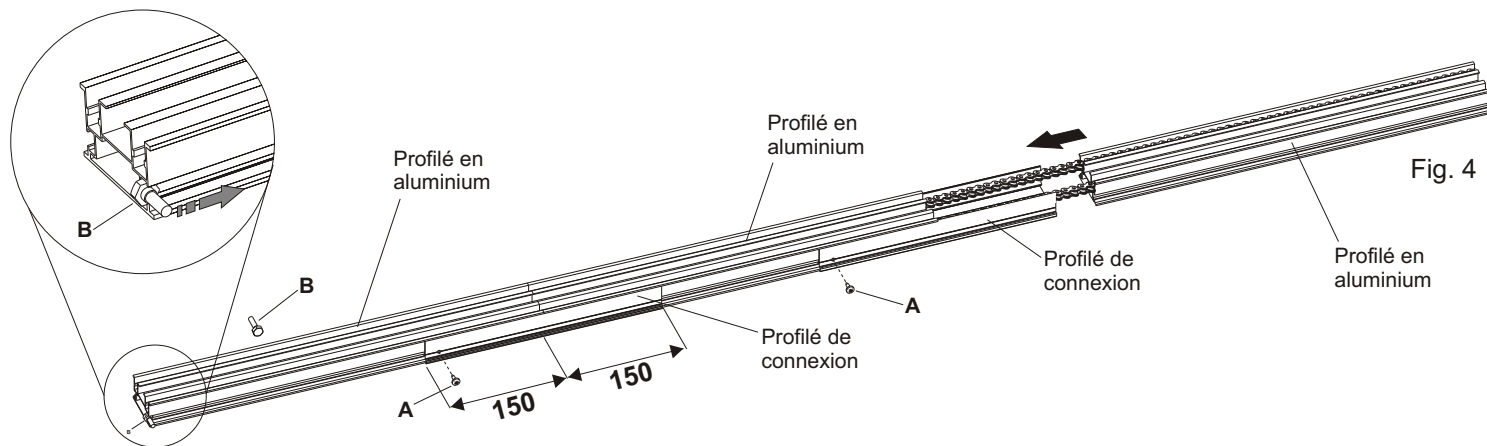
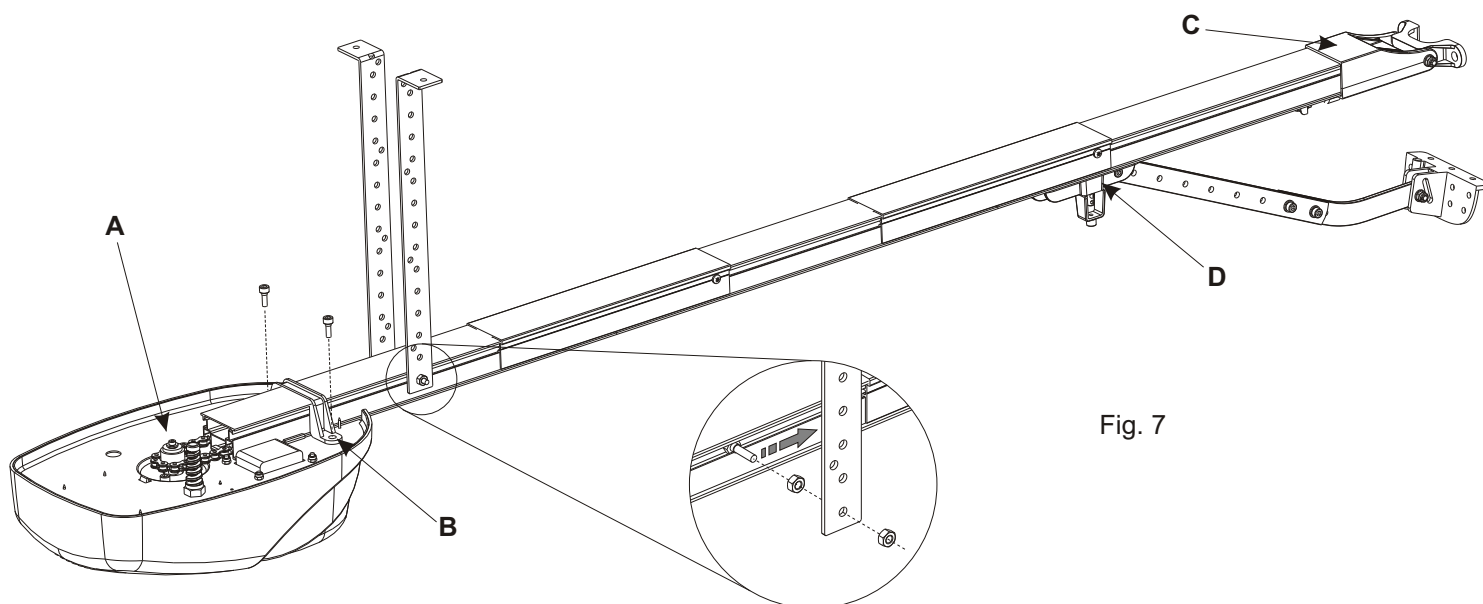

Fig. 4
Fig. 7
- Insérer le profilé de connexion dans le profilé en aluminium pour la moitié de son longueur (150 mm) et fixer le avec la vis **A**. (Fig. 4).
- Insérer les deux écrous (**B**) fournis dans les fentes des profilés en aluminium (Fig. 4)
NOTA: Dans Fig. 4 il y a une couple de vis insérée dans les fentes qui servira pour fixer le CORONA au plafond à l'aide des brides spéciales. (Voir Fig. 7).
- S'assurer que la chaîne est bien insérée sur le pignon du corps Corona. (Fig. 7 - A)
- Porter à la battue la guide sur le corps Corona et fixer la avec la bride spéciale. (Fig. 7 - B)
- Fixer sur l'autre extrémité de la guide le support de la jonction antérieure. (Fig. 7 - C)
Important: Il faut tenir toujours bien lubrifiée la chaîne et le support d'écurement (Fig. 7 - D).